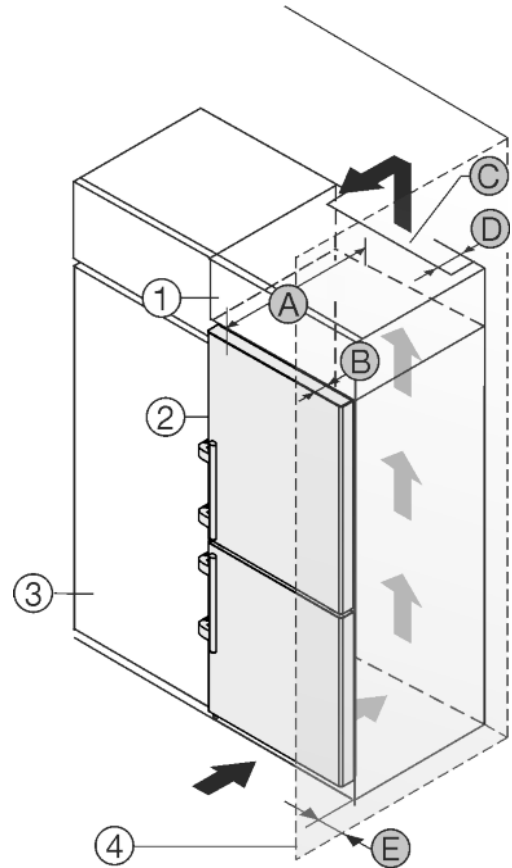

Fig. 47
A készüléket körbe lehet építeni konyhaszekrényekkel. Rá lehet szerelni egy rátétszekrényt Fig. 47 (1), hogy a készüléket Fig. 47 (2) a konyhabútorok magasságához igazítsa.
A készüléket közvetlenül a konyhaszekrény Fig. 47 (3) mellett is felállíthatja. Ahhoz, hogy az ajtókat teljesen ki tudja nyitni, a készüléknek a konyhaszekrény elülső oldalához képest legalább a mélységnek Fig. 47 (B) megfelelően ki kell állnia. A konyhaszekrények mélységétől és a fali távolságtartók használatától függően a készülék nagyobb mértékben is kiállhat.
- A rátétszekrény hátoldalán egy mélységű Fig. 47 (D) szellőző aknát kell a rátétszekrény teljes szélességében kialakítani.
- A mennyezett alatt be kell tartani a szellőző keresztmetszetet Fig. 47 (C).
Mikor a készüléket a csuklópántokkal egy fal Fig. 47 (4) mellett állítja fel, akkor a készülék és a fal közti távolságot Fig. 47 (E) be kell tartani. Ez nyitott ajtó esetén megfelel a fogantyú túlnyúlásának.